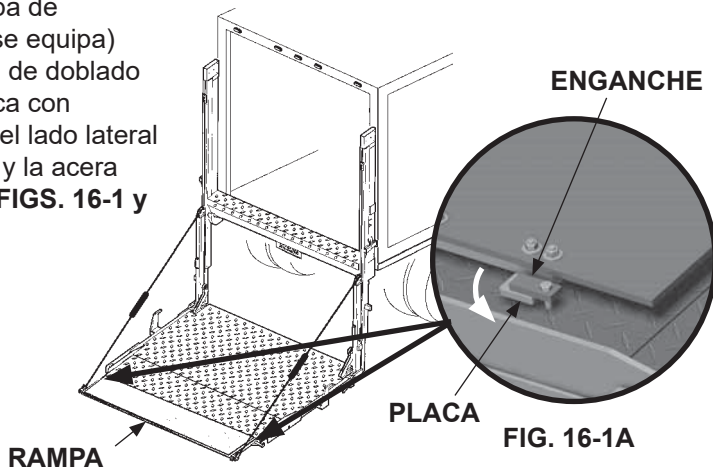

FIG. 16-1
1. Libere la rampa de retención (si se equipa) de la posición de doblado al rotar la placa con enganche en el lado lateral a la carretera y la acera de la rampa (FIGS. 16-1 y 16-1A).